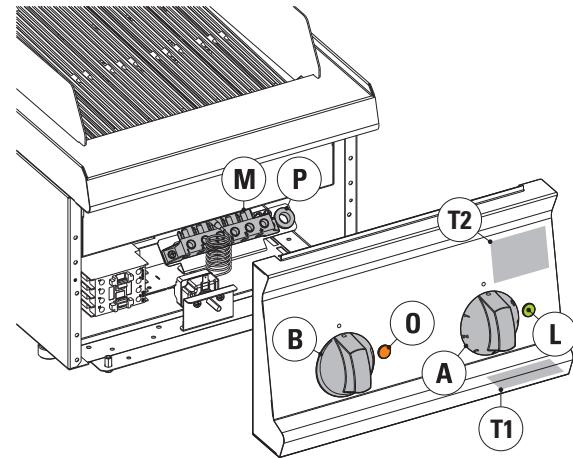

fig.2
La targhetta matricola | **T1** fig.2 | è posta sotto il cruscotto (esempio):
La targhetta caratteristiche/matricola | **T2** fig.2 | si trova all'interno dietro al cruscotto. Essa contiene i seguenti dati (esempio):
Tutti i modelli sono forniti senza cavo di alimentazione. Per accedere alla morsettiera | **M** | fig.2 rimuovere il cruscotto svitando le viti poste nella parte inferiore del pannello stesso. Seguendo le indicazioni riportate nello schema elettrico, collegare i conduttori del cavo di alimentazione alla morsettiera. Prestare attenzione nel far passare il cavo attraverso il passacavo | **P** | fig.2 vicino alla morsettiera, tenere inoltre il cavo in appoggio sul fondo bloccandolo con l'apposito pressacavo | **Q** | fig.1.
- Caricare acqua in vasca ruotando la manopola | **B** | fig.2. In posizione "fine corsa" la valvola di carico rimane sempre aperta. Nelle posizioni intermedie si ottiene un "flusso" variabile del carico dell'acqua.
- Ruotare la manopola | **A** | fig.2 facendo colimare l'indice del cruscotto con il livello di potenza desiderato.
- Un dispositivo di sicurezza impedisce l'utilizzo senza acqua, la lampada arancione | **O** | fig.2 accesa indica la mancanza d'acqua in vasca, ripristinare il livello ruotando la manopola | **B** | fig.2.